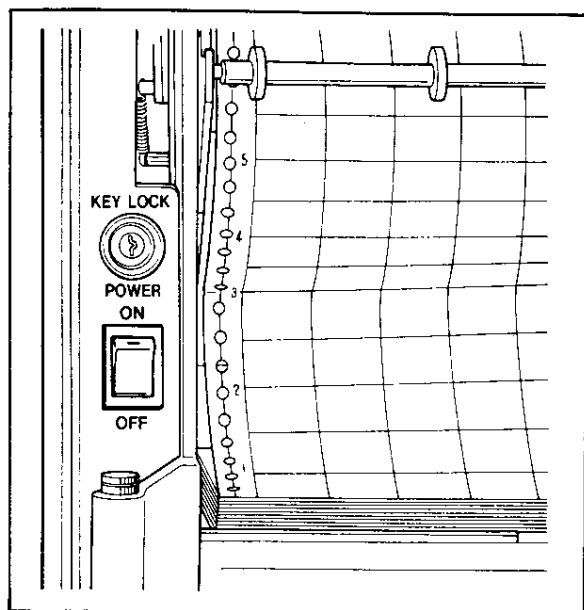

図 5.14
- (1) 扉を開き、POWERスイッチを“OFF”にしてください(図5.14)。